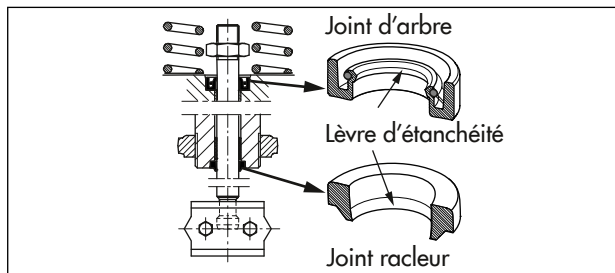

Fig. 26 : Alignement du joint d'arbre et du joint raclleur
6. Monter le joint d'arbre à l'aide d'un outil adapté. Ce faisant, veiller à aligner correctement le joint d'arbre, cf. Fig. 26.
7. Monter le joint d'arbre à l'aide d'un outil adapté. Ce faisant, veiller à aligner correctement le joint d'arbre, cf. Fig. 26.